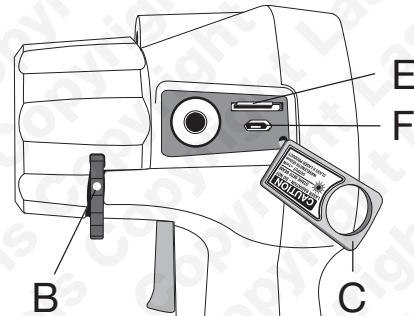

Fig. 2
- Vedere la Fig. 2: aprire il coprivano **C** in gomma tirando dall'angolo superiore sinistro e ruotarlo verso il basso. (Non tirare dal lato destro poiché ciò potrebbe danneggiare il coprivano).
- Spingere la scheda microSD (**E** in Fig. 2) verso l'interno, contro la pressione della molla, per estrarla.
- Aprire il coprivano C in gomma tirando dall'angolo superiore sinistro e ruotarlo verso il basso. Inserire l'estremità del cavo nella porta microUSB (**F** in Fig. 2) e l'altra estremità in una porta USB del PC o laptop.
Visualizzazione delle immagini salvate. Queste immagini sono salvate sulla scheda microSD in dotazione (E in Fig. 2). Dal menu, premere il selezionatore per visualizzare l'immagine. Spostarlo verso l'alto o il basso per accedere ad ulteriori immagini. Questa funzione non è operativa in assenza di scheda microSD. Spostare il selezionatore a destra per tornare alla normale funzione di scansione. Nota: il vano per schede microSD può accettare schede fino a 32 GB.